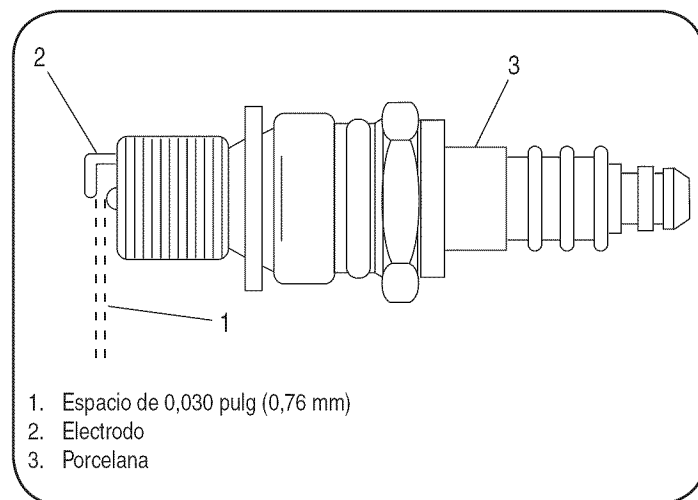

Figura 11
- Quite e inspeccione la bujía. Compruebe el hueco para asegurarse que es puesto en .030". Vea la Figura 11.